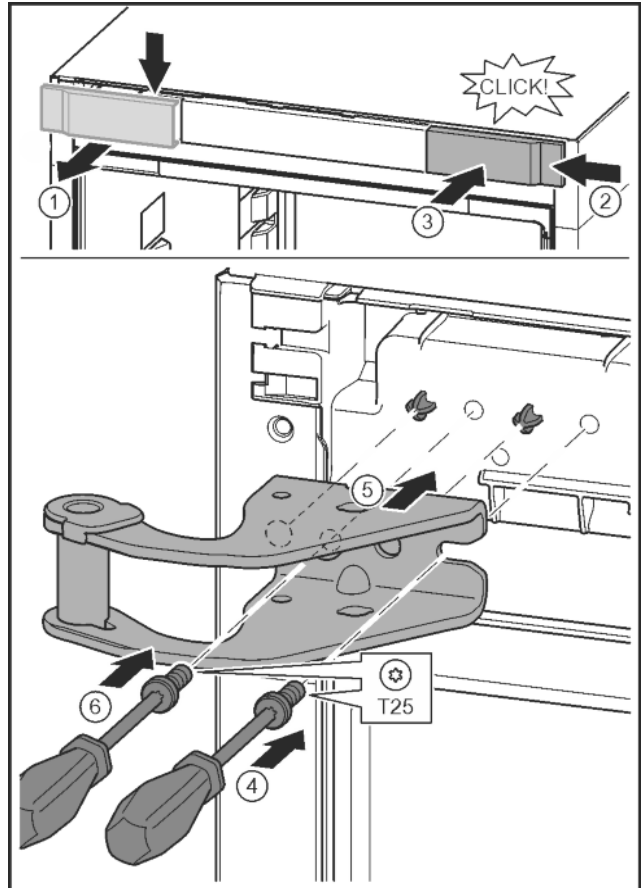

Fig. 12
- ▶ Abdeckung lösen und seitlich abnehmen. Fig. 12 (1)
- ▶ Abdeckung um 180° gedreht auf der anderen Seite von rechts einhängen. Fig. 12 (2)
- ▶ Abdeckung einrasten. Fig. 12 (3)
- ▶ Schraube mit Schraubendreher T25 ansetzen. Fig. 12 (4)
- ▶ Oberen Lagerbock ansetzen. Fig. 12 (5)
- ▶ Schraube festdrehen. Fig. 12 (4)
- ▶ Schraube mit Schraubendreher T25 einsetzen und festdrehen. Fig. 12 (6)